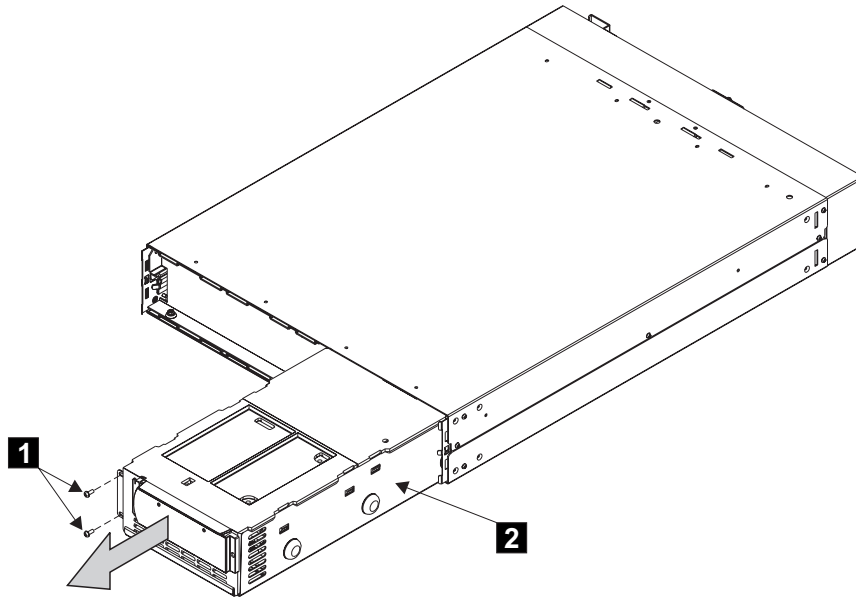

図 210. 2145 UPS 電子部品アセンブリーの取り外し
- a. 2 個のねじ **1** を取り外します (図 210 を参照)。